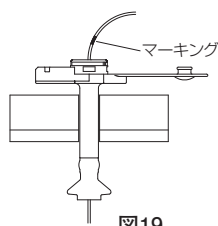

図19
2. 留置されているボタンのキャップを開け、ガイドワイヤをマーキングの手前まで挿入する。(図19)